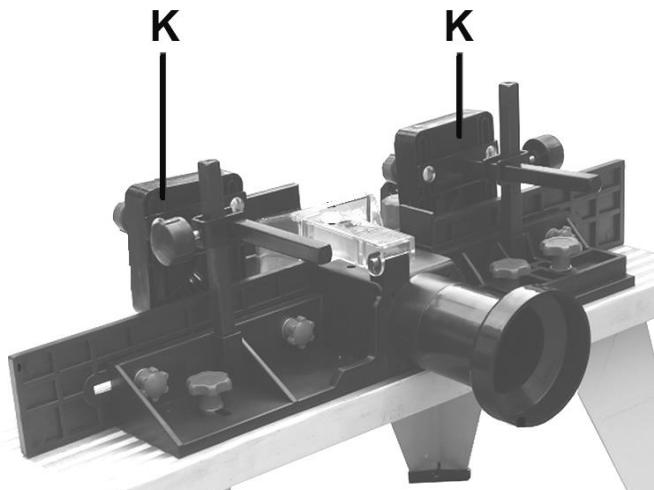
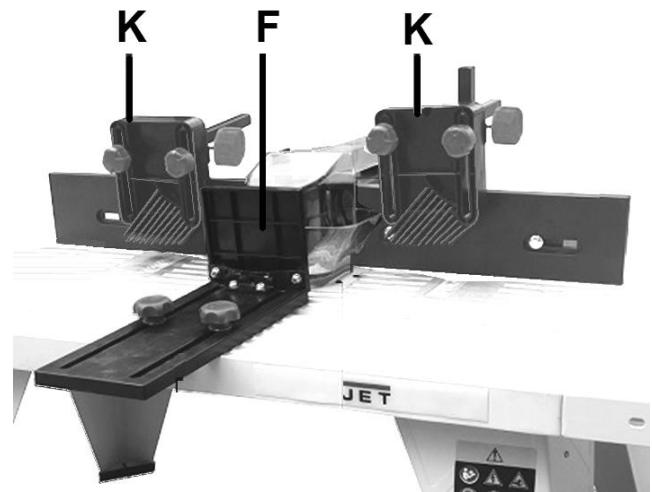

Fig 8
Fig 9
**Montage des presseurs à peigne (Fig 8, Fig 9):**
**Montage du presseur latéral ( Fig 9):**